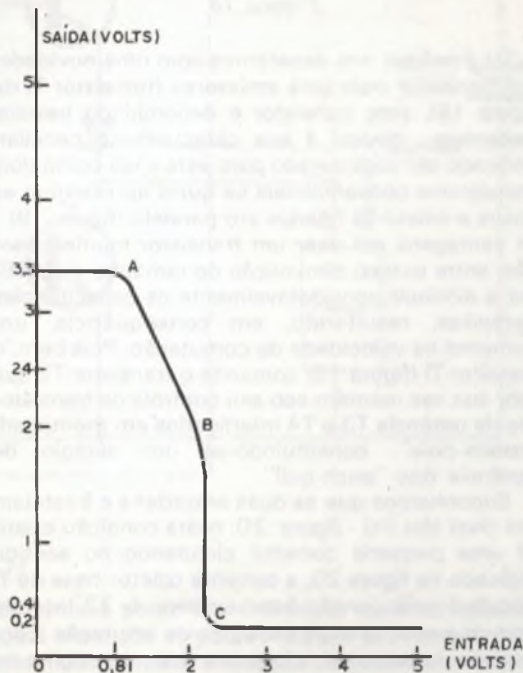
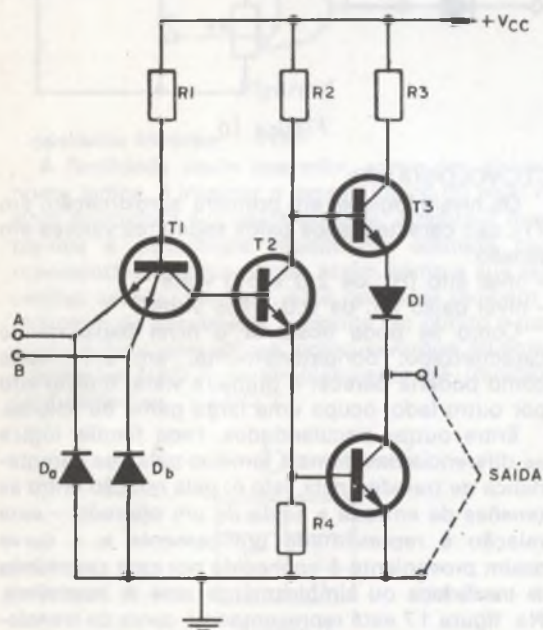
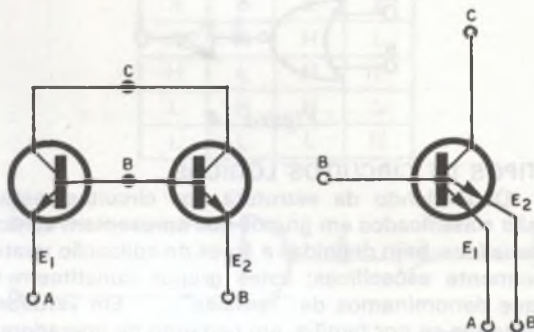

Figura 17
Figura 18
Figura 19
Entre outras peculiaridades, cada família lógica se diferencia das demais famílias pela sua característica de transferência, isto é: pela relação entre as tensões de entrada e saída de um operador - esta relação é representada graficamente e a curva assim proveniente é conhecida por curva característica de transferência ou simplesmente curva de transferência. Na figura 17 está representada a curva de transferência de um operador inversor desta família.
O porquê deste tipo de curva de transferência deve-se a fatores inerentes ao circuito do operador TTL; para melhor compreender o fenômeno, iremos descrever o funcionamento de uma porta NAND de duas entradas, em tecnologia TTL, cujo circuito é apresentado na figura 18.
De imediato nos deparamos com uma novidade: um transistor com dois emissores (transistor T1 da figura 18), este transistor é denominado transistor multiemissor devido à sua característica peculiar, podendo ser considerado para este caso como dois transistores convencionais os quais apresentam as bases e coletores ligados em paralelo (figura 19) - as vantagens em usar um transistor multiemissor são, entre outras: diminuição do tamanho da pastilha e diminuir consideravelmente as capacitâncias parasitas, resultando, em consequência, um aumento na velocidade de comutação. Pois bem, o transistor T1 (figura 18) comanda o transistor T2 que por sua vez mantém sob seu controle os transistores de potência T3 e T4 interligados em montagem "totem-pole", constituindo-se um estágio de potência tipo "push-pull".
Vejamos agora o porquê dos 'cotovelos' da curva de transferência apresentada na figura 17. Considerando o circuito básico da figura 18 e supondo que a entrada passa do nível baixo (L) para o nível alto (H), acontece o seguinte: ao aumentar-se gradativamente a tensão de entrada, pois é impossível, na prática passar de um nível L para um nível H instantaneamente, possível, na prática passar de um nível L para um nível H instantaneamente, a corrente de base de T1 aumenta, quando esta tensão alcança 0,8 volts se verifica a condução de T2 ('cotovelo' A da figura), o qual opera na região linear e quando a tensão de entrada alcança o valor de 1,4 volts, inicia-se o corte do transistor T3 e a condu-
ção entre o ponto B a C é muito mais vertiginosa que a transição do ponto A ao ponto B; esta rápida descensão favorece a redução da potência de dissipação e incrementa a velocidade (figura 17) permite definir os seguintes parâmetros: